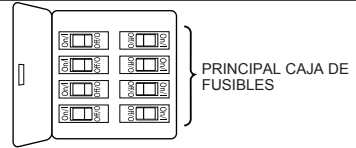

Figura 1
Caja de perfil bajo (Figura 1)
1. Coloque la aspa sobre el motor, la punta roja de la volante esté alineada con el orificio central en la aspa. Asegúrese de que la pala esté completamente asentada en el motor giratorio e instale los 1/4"-20 tornillo de cabeza plana con arandela plana/arandela de resorte, pero no los apriete por completo por el momento. (Figura 1)
- ☐ 1. Extraiga la pieza de la bola colgante de la unidad de la bola colgante / varilla aflojando el tornillo de presión de la bola colgante hasta que la bola se libere de la varilla. Retire el pasador del barral y luego extraiga la semiesfera. Conserve el pasador y la semiesfera para su reinstalación en el Paso 6. (Figura 1)
Para evitar una posible descarga eléctrica, asegúrese de cortar la alimentación eléctrica de la caja de fusibles principal antes de colgar el ventilador. (Figura 1)
1. Para configurar el código de unidad del receptor. Deslice los interruptores de código a las mismas posiciones que en el transmisor. (Figura 1)
- ☐ 1. Instale la cubierta rotando la ranura clave en la cubierta sobre el tornillo de hombro del soporte del gancho, teniendo cuidado de no pillar los cables. Fije el tornillo de hombro. Instale adecuadamente y fije el segundo tornillo de hombro que fue anteriormente guardado. (Figura 1)
- ☐ 1. Extraiga uno de los tres tornillos del soporte ubicado en la parte inferior de la unidad del motor. Guárdelos para después y afloje levemente los otros dos tornillos. (Figura 1)
El uso de un regulador de la intensidad completa (no incluido) para controlar la velocidad del ventilador dañará el dispositivo. Para reducir el riesgo de incendio o descarga eléctrica, no utilice dicho regulador para controlar la velocidad del ventilador. (Figura 1)